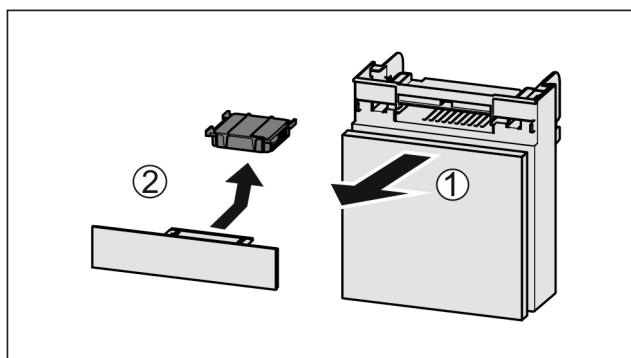

Fig. 34
- ▶ Lade vanaf de voorkant eruit trekken Fig. 34 (1).
- ▶ Actiefkoolfilter verwijderen Fig. 34 (2).